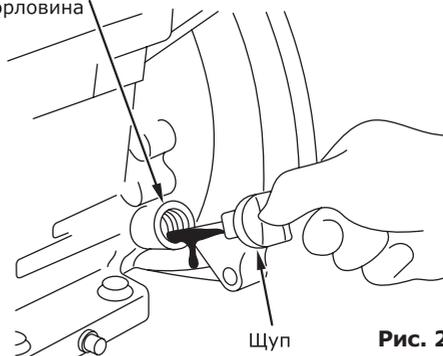

Рис. 2
- Каждый раз перед запуском двигателя и через каждые пять часов работы двигателя проверяйте уровень масла. Поддерживайте уровень масла между отметками Min и Max на масляном щупе или по краю маслоналивной горловины (рис. 2).